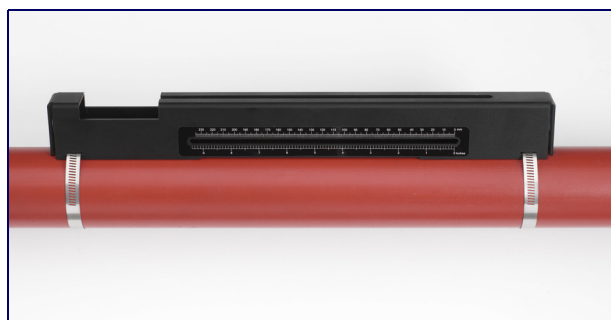

Figura 2.6
1. Coloque el riel guía horizontalmente en la tubería a 45° con respecto a la parte superior de la tubería y fije la posición con las abrazaderas de acero inoxidable suministradas, tal y como se muestra en la Figura 2.6.